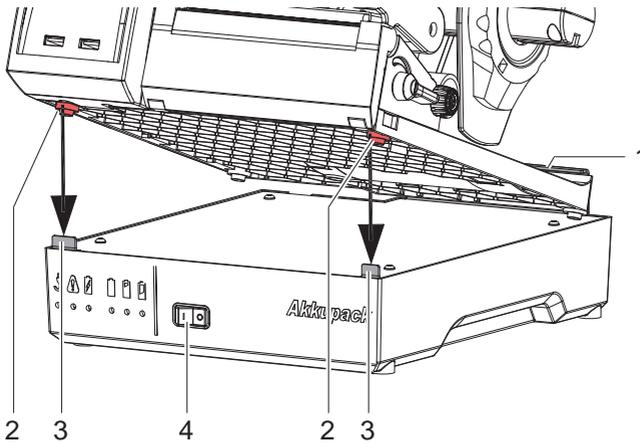
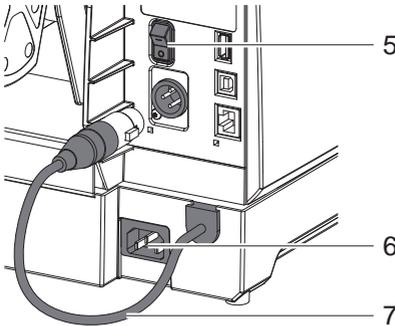

Bild 1 Montage
Bild 2 Anschluss
- ▶ Netzschalter am Akkupack (4, Bild 1) und Drucker (5, Bild 2) einschalten.
- ▶ Netzkabel in Netzanschlussbuchse (7, Bild 2) stecken.